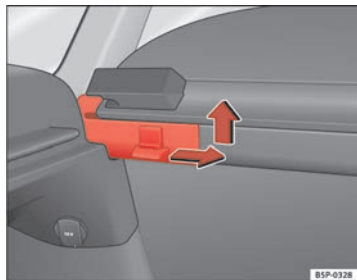

Abb. 124 Die Ablage ausbauen
- Drücken Sie den seitlichen Anschluss in Richtung des Pfeils, heben Sie die Ablage an und nehmen Sie sie ab ⇒ Abb. 124.